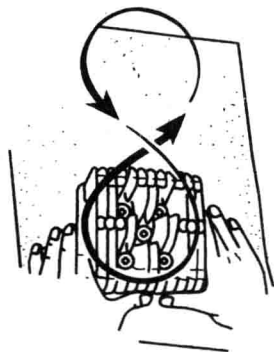

图 1-3 汽缸盖修复方法
② 汽缸盖修复方法。汽缸盖修复方法如图 1-3 所示。将一张细砂纸平放在玻璃板上,然后将汽缸盖(平面)放在细砂纸上,双手压住汽缸盖沿着“8”字形路线研磨。研磨时,手的压力应一致,边研磨边测量,直到符合标准为止。磨平后,用煤油或汽油将汽缸盖清洗干净,然后用金相砂纸抛光。若汽缸盖变形过大,通过研磨虽使平面变形恢复正常,但会使燃烧室容积变小,这样便增加了发动机的压缩比,易产生爆震。这时,应换用厚汽缸盖垫,必要时,应更换汽缸盖。